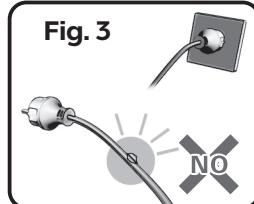

Fig. 3
- La pompe submersible ne doit pas être utilisée si le câble d'alimentation électrique est endommagé d'une quelconque façon. Si un câble avec une isolation endommagée est plongé dans l'eau, il y a un danger que de l'eau ne s'infiltra dans le moteur de la pompe et cause un court-circuit. Le câble électrique de la pompe ne peut pas être remplacé. Si le cordon est endommagé, la pompe doit être mise hors service. Une altération du câble électrique de quelque manière que ce soit annulera la garantie (Fig. 3).